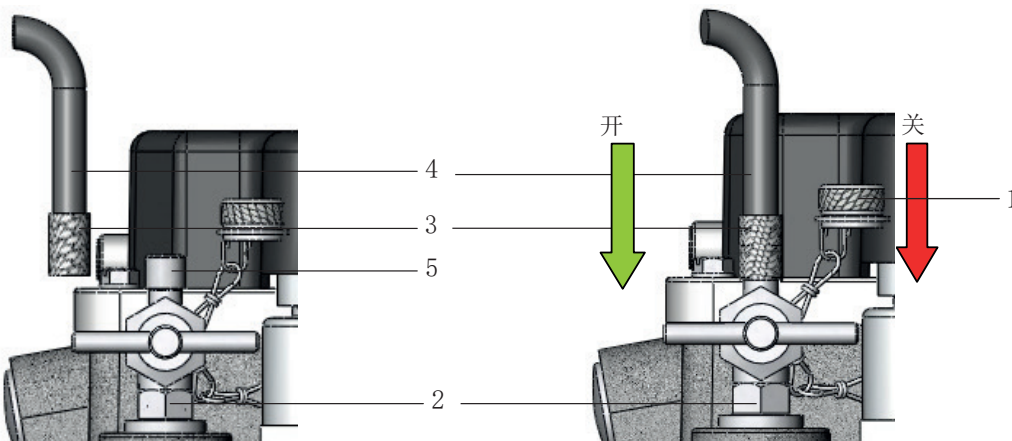

图 11 - 采用检测充气筒检验
- 从放气阀(图 11 中 2)上拧下小闷盖螺母(图 11 中 1)
- 检测充气筒(图 11 中 4)连接胶管上的转接头(图 11 中 3)与阀帽口(图 11 中 5)连接拧紧
步骤如下（见图 11）：